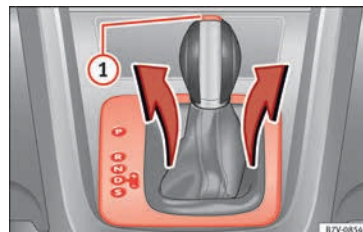

Fig. 50 Desmontar el revestimiento del campo de indicación de las marchas.
- Tire hacia arriba de la cubierta por la zona del guardapolvos de la palanca selectora »» fig. 50.
- Presione la tecla de bloqueo »» fig. 50 ① en el pomo de la palanca selectora y coloque la palanca en la posición N.